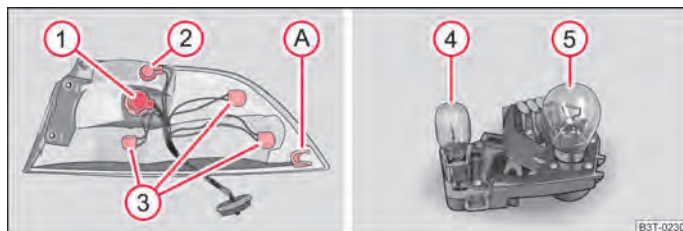

Fig. 208 Parte exterior de la unidad de luces posteriores: Bombillas/parte interior de la unidad de luces posteriores: Lámparas
- Al montarla, introduzca primero la unidad de luces posteriores junto con el alojamiento A ⇒ fig. 208 hacia delante sobre un perno en la carrocería.
- A fin de cambiar una bombilla del faro de marcha atrás ④ → fig. 208, saque la bombilla defectuosa del portalámparas y coloque una nueva.
- Para cambiar la bombilla de la luz posterior antiniebla ⑤ → fig. 208, gire la bombilla defectuosa hacia la izquierda, hasta el tope, y retírela.
Posición de montaje de las bombillas en la unidad de luces posteriores exterior → fig. 208 - lado izquierdo.
Posición de montaje de las bombillas en la unidad de luces posteriores interior → fig. 208 - lado derecho.